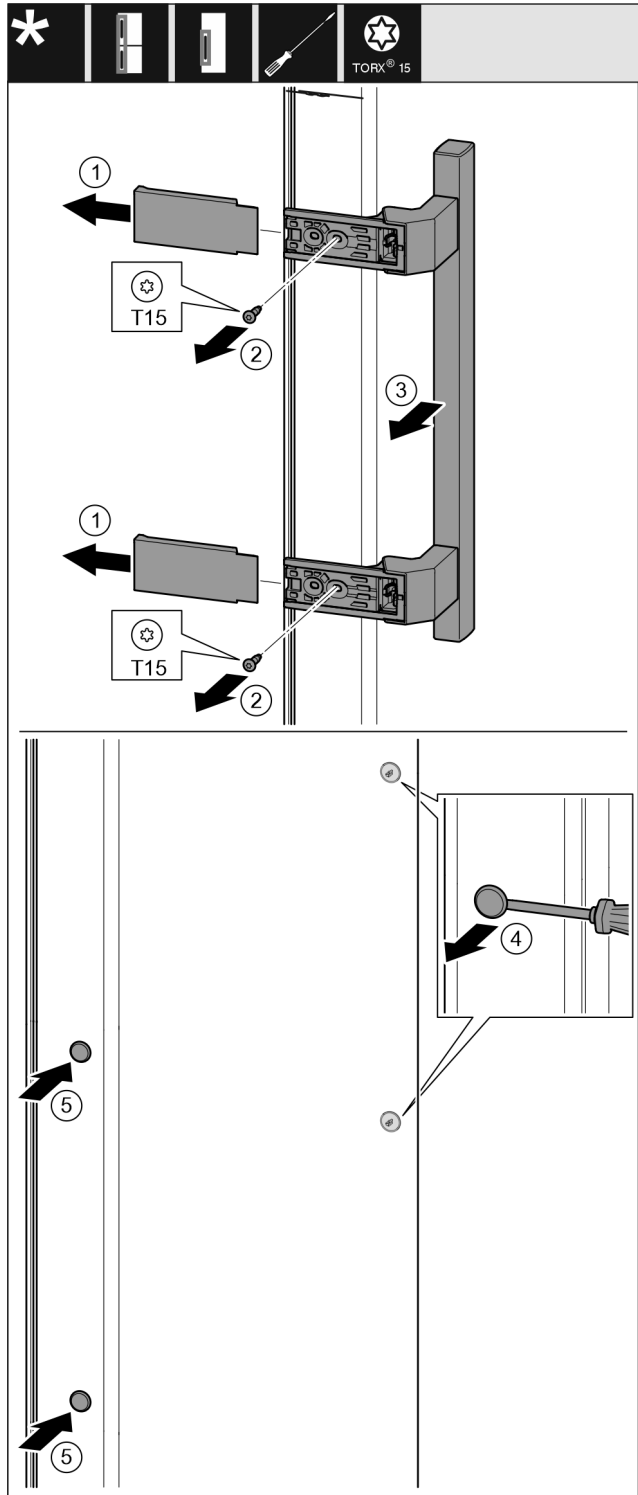

Fig. 17
- ▶ Húzza le a fedelet. Fig. 17 (1)
- ▶ Csavarja ki a csavarokat a Torx 15 csavarhúzóval. Fig. 17 (2)
- ▶ Vegye le a fogantyút. Fig. 17 (3)
- ▶ Óvatosan emelje meg az oldalsó dugókat egy lapos csavarhúzóval, és húzza ki őket. Fig. 17 (4)
- ▶ Helyezze be a dugókat a másik oldalon. Fig. 17 (5)